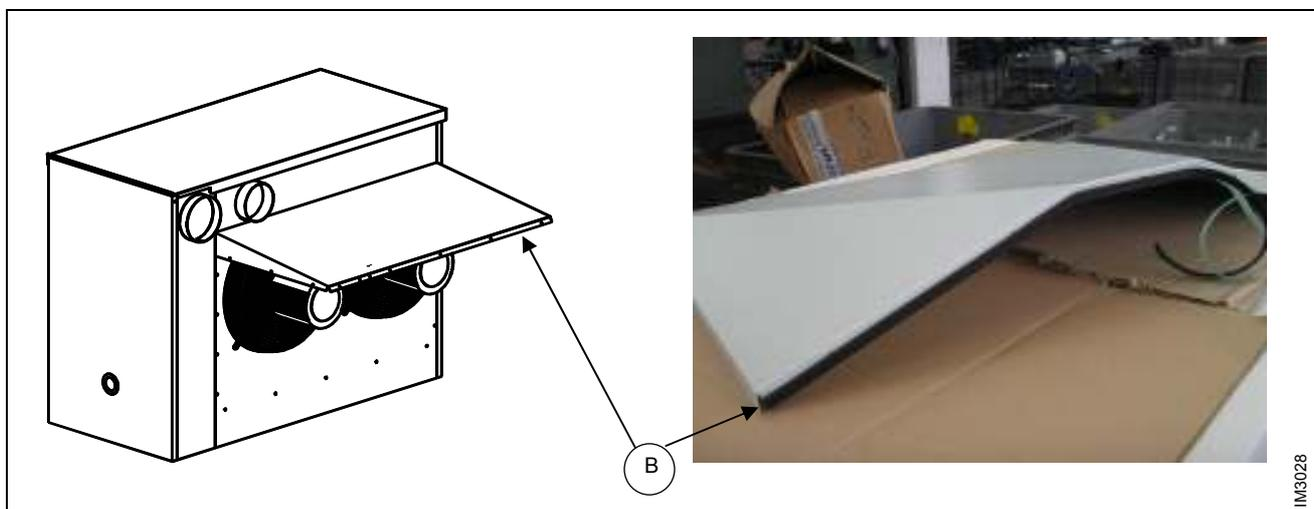

Рисунок 11 – РАЗМЕЩЕНИЕ УПЛОТНЕНИЯ И УСТАНОВКА КРЫШКИ ВОЗДУХОЗАБОРНОГО РАСТРУБА
1. Разместить уплотнение как показано на фото Рисунок 11, установить крышку раструба, с помощью винтов М4 с шестигранной головкой из комплекта.